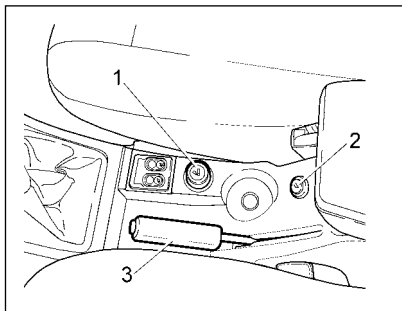
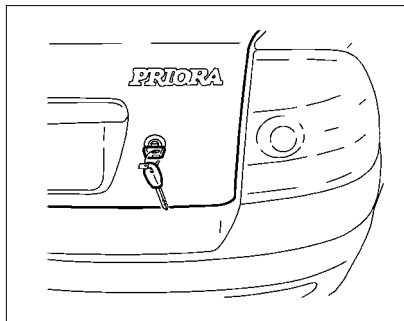

Рис. 25. Прикуриватель и выключатель привода замка багажника (двери задка)
Рис. 29. Открывание багажника
**Прикуриватель 1** (рис. 25) работает при включенном зажигании. Для использования прикуривателя нажмите на кнопку подвижной части до ее фиксированного положения в патроне. Примерно через 20 секунд подвижная часть автоматически возвращается в исходное положение и готова к применению по назначению.
**Выключатель привода замка багажника (двери задка) 2** (рис. 25). Для отпираания замка нажмите на кнопку выключателя. После отпирания руки кнопка возвращается в исходное положение.
Замок крышки багажника открывается кнопкой  на пульте дистанционного управления или поворотом по часовой стрелке ключа в замке (рис. 29), или из салона **выключателем 2** (см. рис. 25). При открывании крышки багажник освещается плафоном, если включены **габаритные огни**.
**22 – прикуриватель** (работает при включенном зажигании). Для пользования нажмите на рукоятку подвижной части до фиксированного положения. Примерно через 20–27 секунд подвижная часть автоматически возвращается в исходное положение, прикуриватель готов к применению (см. рис. 25).
**нии).** Для отпирания замка нажмите на кнопку (см. рис. 25).